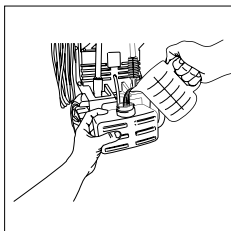
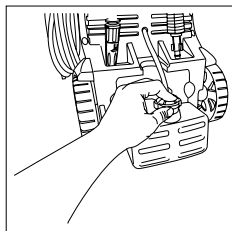

Fig.11
Fig.12
- Cuando use el detergente, llénelo con un detergente o limpiador debidamente formulado con una proporción de agua según las instrucciones del envase (Fig. 11). El tanque de detergente viene con una pajilla que se coloca en la parte superior atornillada. Si no ve la pajilla, mire dentro del tanque y colóquela en la parte superior atornillada (Fig. 12).